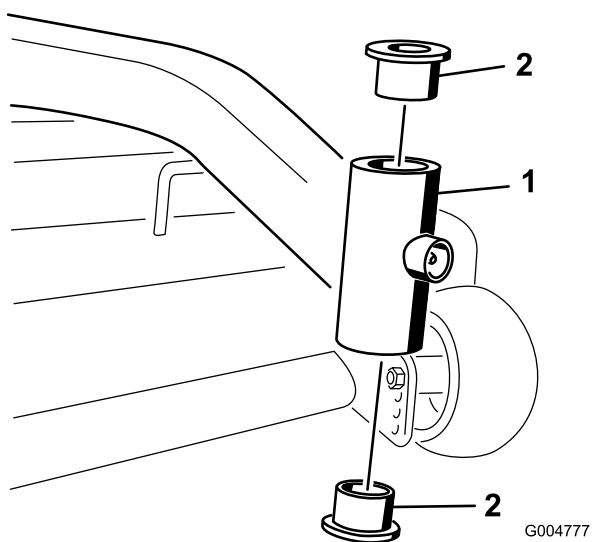

Bild 33
- Stecken Sie einen Stift in das Befestigungsrohr und treiben die Büchsen vorsichtig heraus (Bild 33). Reinigen Sie die Innenseite des Befestigungsrohrs.
- Prüfen Sie die Laufradgabel auf Abnutzung und tauschen sie bei Bedarf aus (Bild 33).
- Schieben Sie die Laufradgabel durch die Büchse im Befestigungsrohr. Setzen Sie die Distanzstücke auf die Laufradgabel und befestigen Sie sie mit dem Sicherungsring (Bild 33).